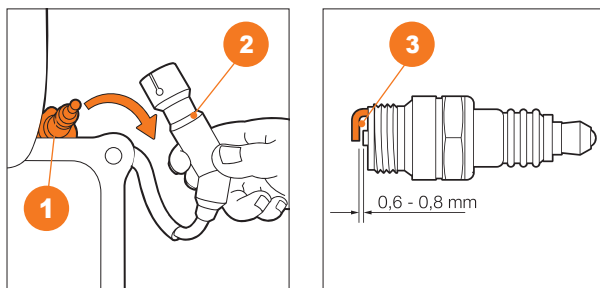

Рис. 21
- Установите наконечник свечи зажигания (Рис. 21).